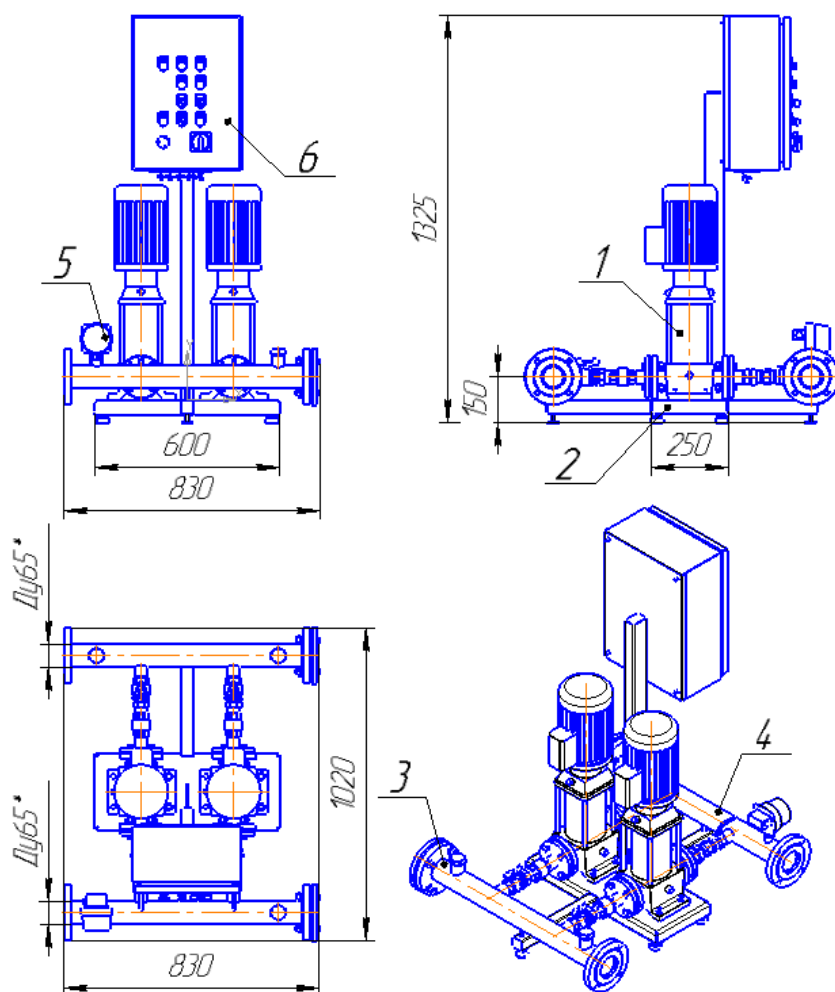

Рис. 1 Внешний вид станции.
3.1 В состав станции (см. рис. 1) входят два основных перекачивающих насоса LVR 3-17 (поз. 1), установленных на основании (поз. 2). Подача перекачиваемой жидкости осуществляется через всасывающий коллектор (поз. 3). Перекачиваемая жидкость через всасывающий коллектор распределяется по насосам и далее, через нагнетательный коллектор (поз. 4) поступает в сеть подачи жидкости потребителям. Контроль давления перекачиваемой жидкости осуществляется с помощью манометра сигнализирующего (поз.5), установленного на нагнетательном коллекторе, который обеспечивает работу схемы управления, смонтированной в корпусе пульты управления (поз.6).